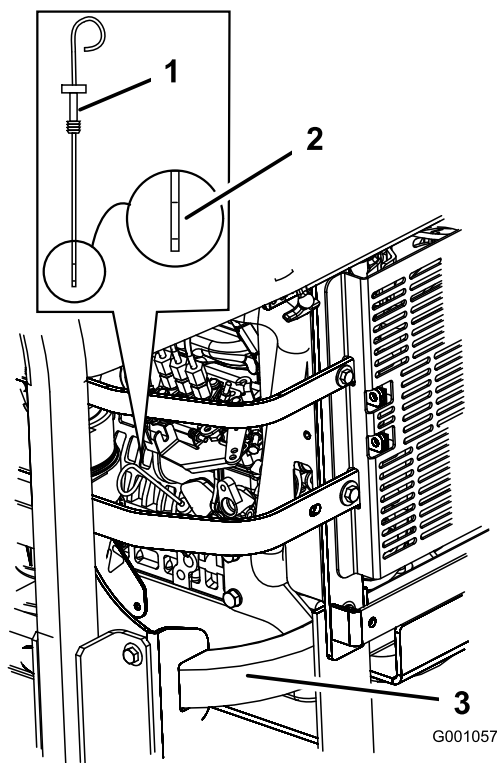

Figure 40
3. Nettoyez la surface autour de la jauge d'huile (Figure 40) pour éviter de faire tomber des impuretés dans l'orifice de remplissage, ce qui endommagerait le moteur.
4. Sortez la jauge d'huile et essuyez soigneusement l'extrémité métallique (Figure 40).
5. Enfoncez la jauge complètement dans le goulot de remplissage. Ressortez la jauge et examinez l'extrémité métallique (Figure 40). Si le niveau est bas, versez lentement une quantité d'huile suffisante dans le trou de remplissage pour amener le niveau au repère du plein.